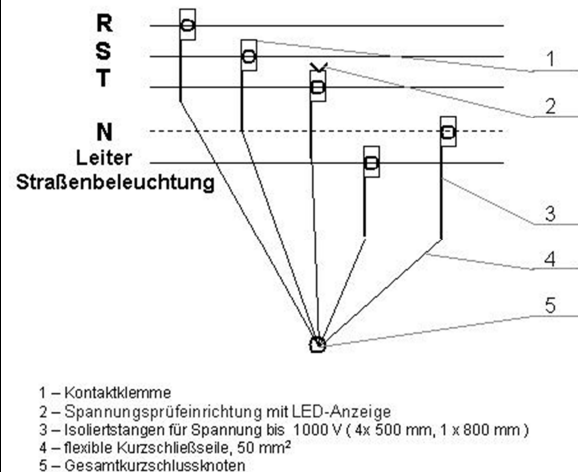

Abb. 3. Bauform der tragbaren Erdung für Freileitungen bis 1000 V.
- Die Kurzschließeinrichtung besteht aus 5 Leiteranschlussklemmen (1 – sieh. Abb. 3), aus 5 Isolierstangen (3) für Spannung bis 1000V, die daran starr angeschlossen sind, und aus fünf damit verbundenen flexiblen Seilen (4) mit Querschnitt von 35 mm² (Cu) und Länge von 600 mm, die an einem gemeinsamen Punkt kurzgeschlossen sind (5). Die Isolierstangen müssen signalgelbe Farbe haben und die folgenden Längen aufweisen: 4 Stangen müssen 500mm lang sein und eine Isolierstange muss eine Länge von 800 mm aufweisen. Die
– Die Kurzschließvorrichtung besteht aus 2 Leiteranschlussklemmen (1 – s. Abb. 3) mit 2 fest daran angeschlossenen Isolierstangen (2) für Spannung bis 1000 V und damit verbundenem flexiblem Seil (3) mit Querschnitt von 35 мм² (Cu) und Länge von 1200 мм. Die Isolierstangen müssen signalgelbe Farbe haben und die folgenden Längen aufweisen: 2 Stangen je 500 мм lang. Die Isolierstangen sollen aus Polyesterrohren sein, armiert mit Glasfasern, mit Durchmesser 20 мм, mit innerer elektrischer Leitung mit Querschnitt 35 мм² (Cu), als Verbindungselement zwischen den Kontaktklemmen und den flexiblen Seilen für Kurzschließen. Die Isolierstangen müssen mit isolierten Handgriffen, mit Schutzring und Rippung gegen Verrutschen sowie mit Schutzvorrichtung gegen Biegung an den Verbindungsstellen mit den flexiblen Seilen ausgerüstet sein. Jede Erdung ist mit einer zuverlässigen Kennzeichnung der flexiblen Seile zu versehen, worauf der Herstellername und das Herstellungsdatum deutlich sichtbar sind. Die Leiteranschlussklemmen sind für maximalen Kurzschlussstrom von 10 kA geeignet zu sein und einen zuverlässigen Anschluss durch verzahntes Kontaktelement an Leiter (Cu, Al) mit Querschnitt bis 120 мм² ermöglichen. Die Klemme hat das Durchbrechen der äußeren Oxidschicht des Leiters zu ermöglichen, ohne ihn zu beschädigen. Auf den Seilen für mechanischen Schutz muss es einen durchsichtigen Mantel mit durchsichtiger Schutzvorrichtung gegen Biegung an den Verbindungsstellen geben.